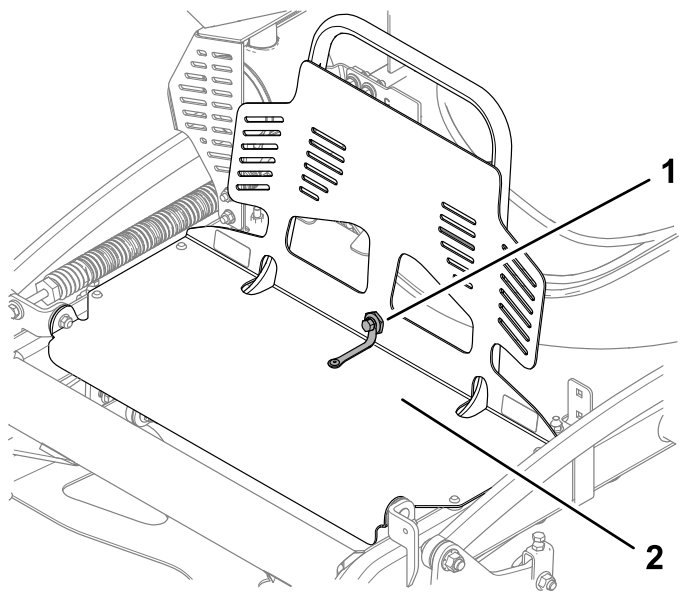

Рисунок 33
1. Удалите болт и гайку с буртиком, которые крепят защиту двигателя к накладке защиты (Рисунок 33).